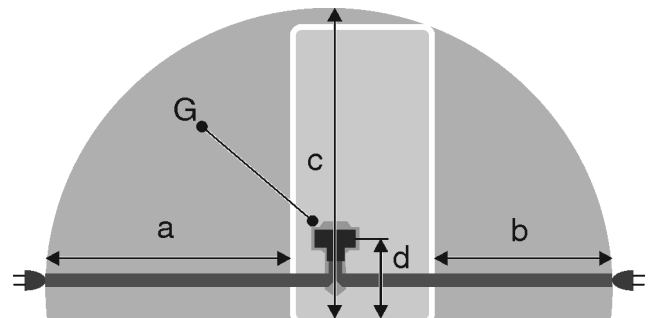

Fig. 55 Kombinacije hladilnikov/zamrzovalnikov/zamrzovalniki/aparati s polnprostorskim predalom BioFresh\*
- Vtičnica ni za napravo, vendar v območjih a ali b *Fig. 55 (a, b, c)*.
- ▶ Vtič naprave *Fig. 55 (G)* vstavite na zadnji strani naprave. Pazite, da se pravilno zaskoči.